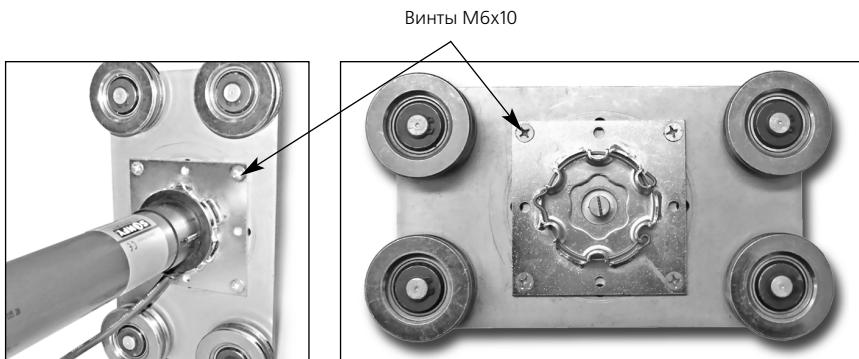
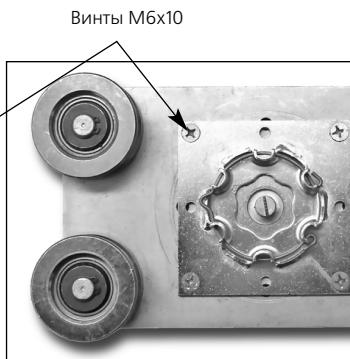

Рис.2.4 Крепление двигателей "Somfy" серий LT 50, LT 60, Altus 50RTS, Altus 60RTS.
Рис.2.5 Установка крепления KMF/60.
- серии LT 50, LT 60, Altus 50RTS и Altus 60RTS (рис.2.4) устанавливаются на крепление KMF/60. Крепление монтируется на каретке при помощи четырех винтов M6x10 с потайной головкой (рис.2.5).